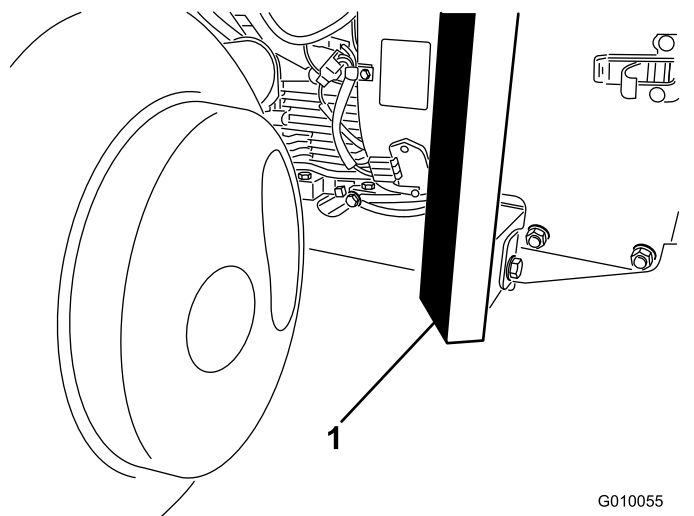

図 36
3. 機体前部のフレームの下にジャッキを確実に置く(図 36)。